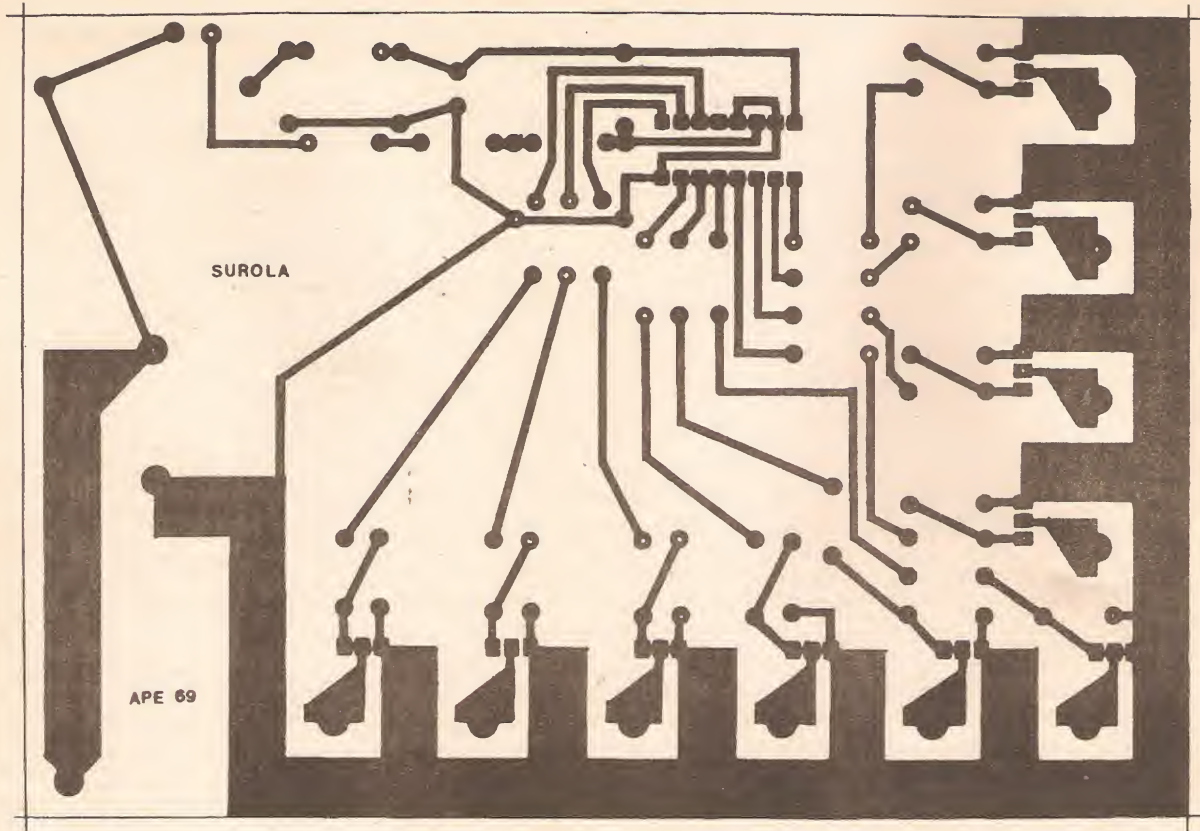

Fig.2
- FIG. 2 - LAY OUT DO CIRCUITO IMPRESSO ESPECÍFICO - Para manter as *coisas* tão pequenas quanto possível, paradoxalmente foi necessário um *lay out* relativamente grande para a placa... Explicamos: as dimensões um tanto acima da média (pelo menos em comparação com as placas do circuito costumeiramente mostrados em APE...) permitiram a inclusão *no impresso* dos 10 SCRs, e de boa parte da sua própria fiação de alta corrente e alta tensão, na realidade compactando o arranjo e simplificando bastante a fiação às lâmpadas controladas... O padrão cobreado (ilhas e pistas, vistas em negro na figura...) é mostrado em tamanho natural, devendo o caro leitor/hobbysta notar a existência de trilhas avantajadas na sua largura, bem como de ilhas mais robustas, exatamente destinados tais percursos e pontos de ligação à passagem das correntes e tensões relativamente elevadas, de acionamento das lâmpadas (controladas pelos respectivos SCRs...). No mais, o *lay out* é simples, pouco *congestionado*, de fácil reprodução (já que pode ser diretamente *carbonado*, estando em escala 1:1...). Entretanto é bom lembrar que, como o circuito lida com tensões, correntes e potências elevadas (nos setores vinculados aos SCRs...), os cuidados na verificação final devem ser *redobrados*...! Um único *curtozinho* que eventualmente *escape* despercebido, pode gerar *altas fumaças* quando o circuito for ligado...! Assim, **atenção total, olho de lince** na verificação do impresso, antes de definitivamente inserir e soldar os componentes...! Desde já lembramos mais um ponto **importante**: devido aos mesmos re-